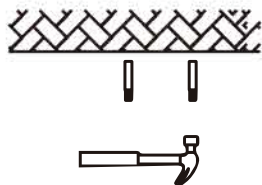

Figure 5
4. Utiliser un marteau pour installer les vis d'expansion dans les trous percés. (Voir figure 5)